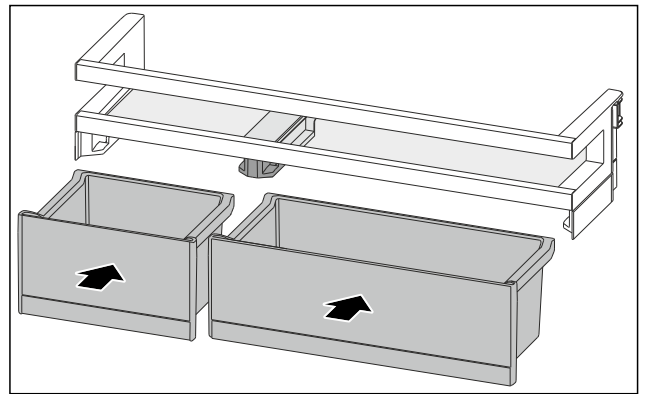

Fig. 110
- ▶ VarioBoxen in getauschter Anordnung einsetzen. (siehe Fig. 110)